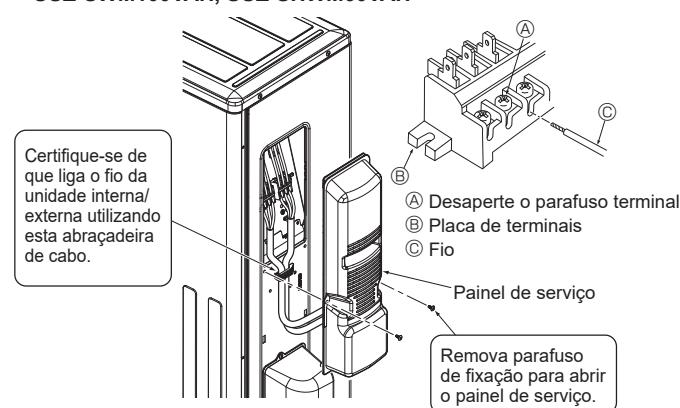

Fig. 6-3
6.1. Unidade exterior (Fig. 6-1, Fig. 6-2, Fig. 6-3)
- ① Retire o painel de serviço.
- ② Ligue os cabos referentes à Fig. 6-1, Fig. 6-2 e Fig. 6-3.